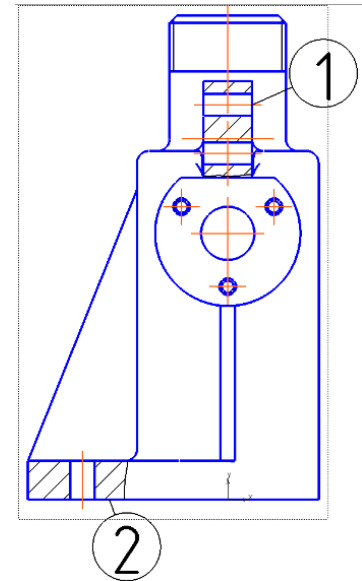

Рис. 125
Вид слева будет дополнен местным разрезом (1) (рис. 125).